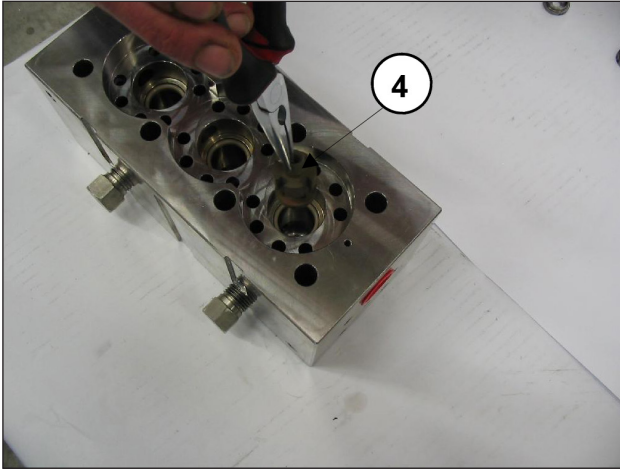
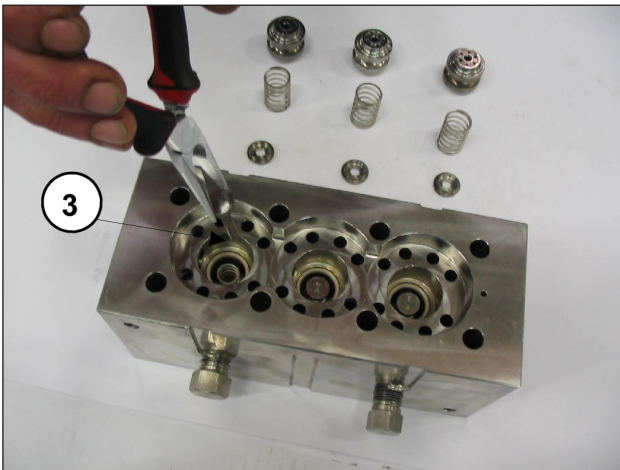

Fig. 44
Fig. 45
- Sortir les plateaux de refoulement ③ et leurs guides ④ avec les ressorts correspondants, comme le montrent les Fig. 44 et Fig. 45, vérifier s'ils sont usés et les remplacer si nécessaire ; toujours les remplacer aux intervalles indiqués dans le tableau « ENTRETIEN PRÉVENTIF », chapitre 11 du Manuel d'utilisation et entretien.